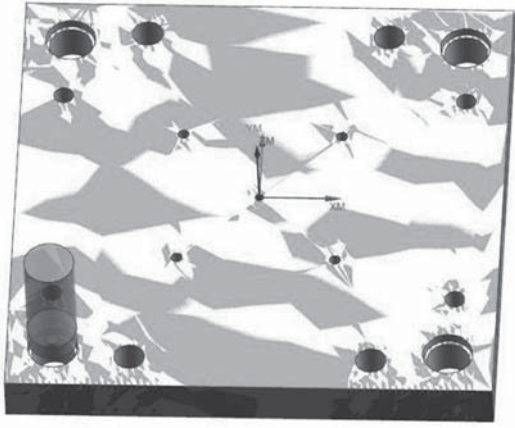

图 4-1-40 仿真效果
(5) 单击“操作”区域中的图标进行计算，再单击图标，进入“刀轨可视化”对话框。单击“3D 动态”图标进行 3D 仿真操作，把“动画速度”调整到 2，便于观察。单击图标进行仿真，如图 4-1-40 所示。确认无误后，单击两次“确定”按钮后完成工序创建。